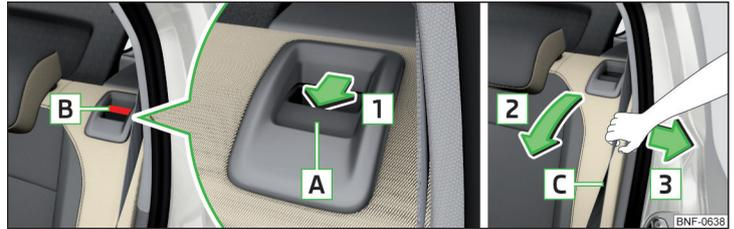

Fig. 52 Plegar hacia adelante el respaldo / tirar la correa hacia el revestimiento lateral
- > Presionar el tirador de desbloqueo [A] en el sentido de la flecha [1] e inclinar el respaldo en el sentido de la flecha [2] » fig. 52.
- Tirar el cinturón de seguridad **C** hacia el revestimiento lateral en el sentido de la flecha **3** » **fig. 52.**